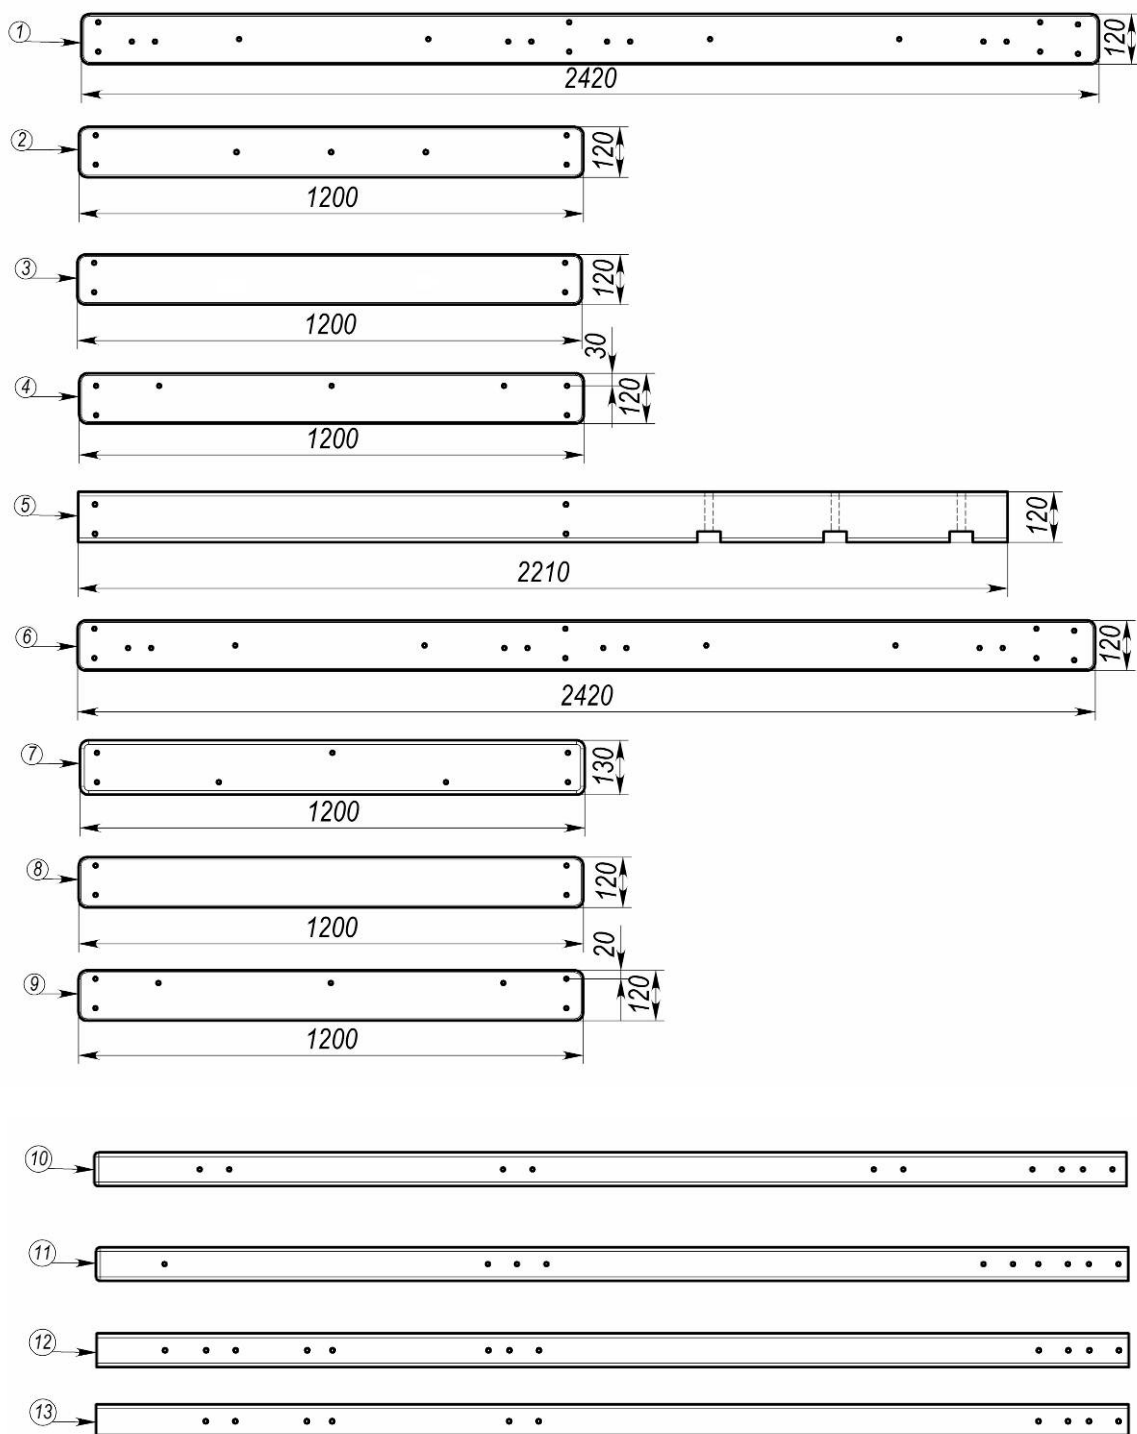
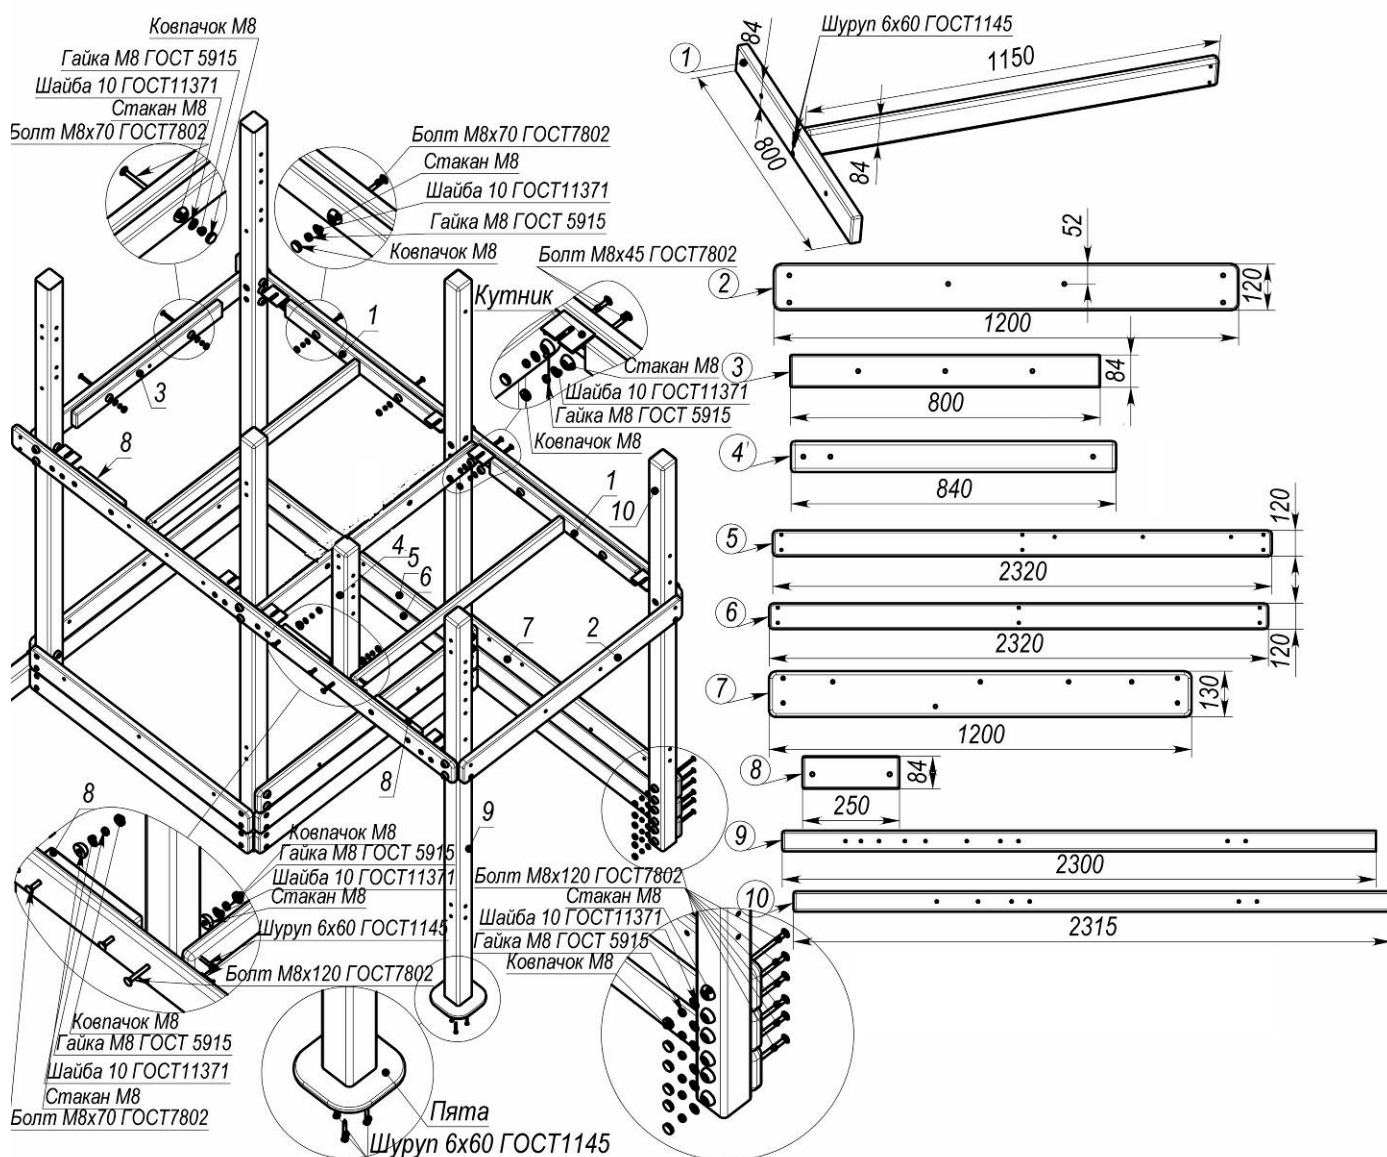
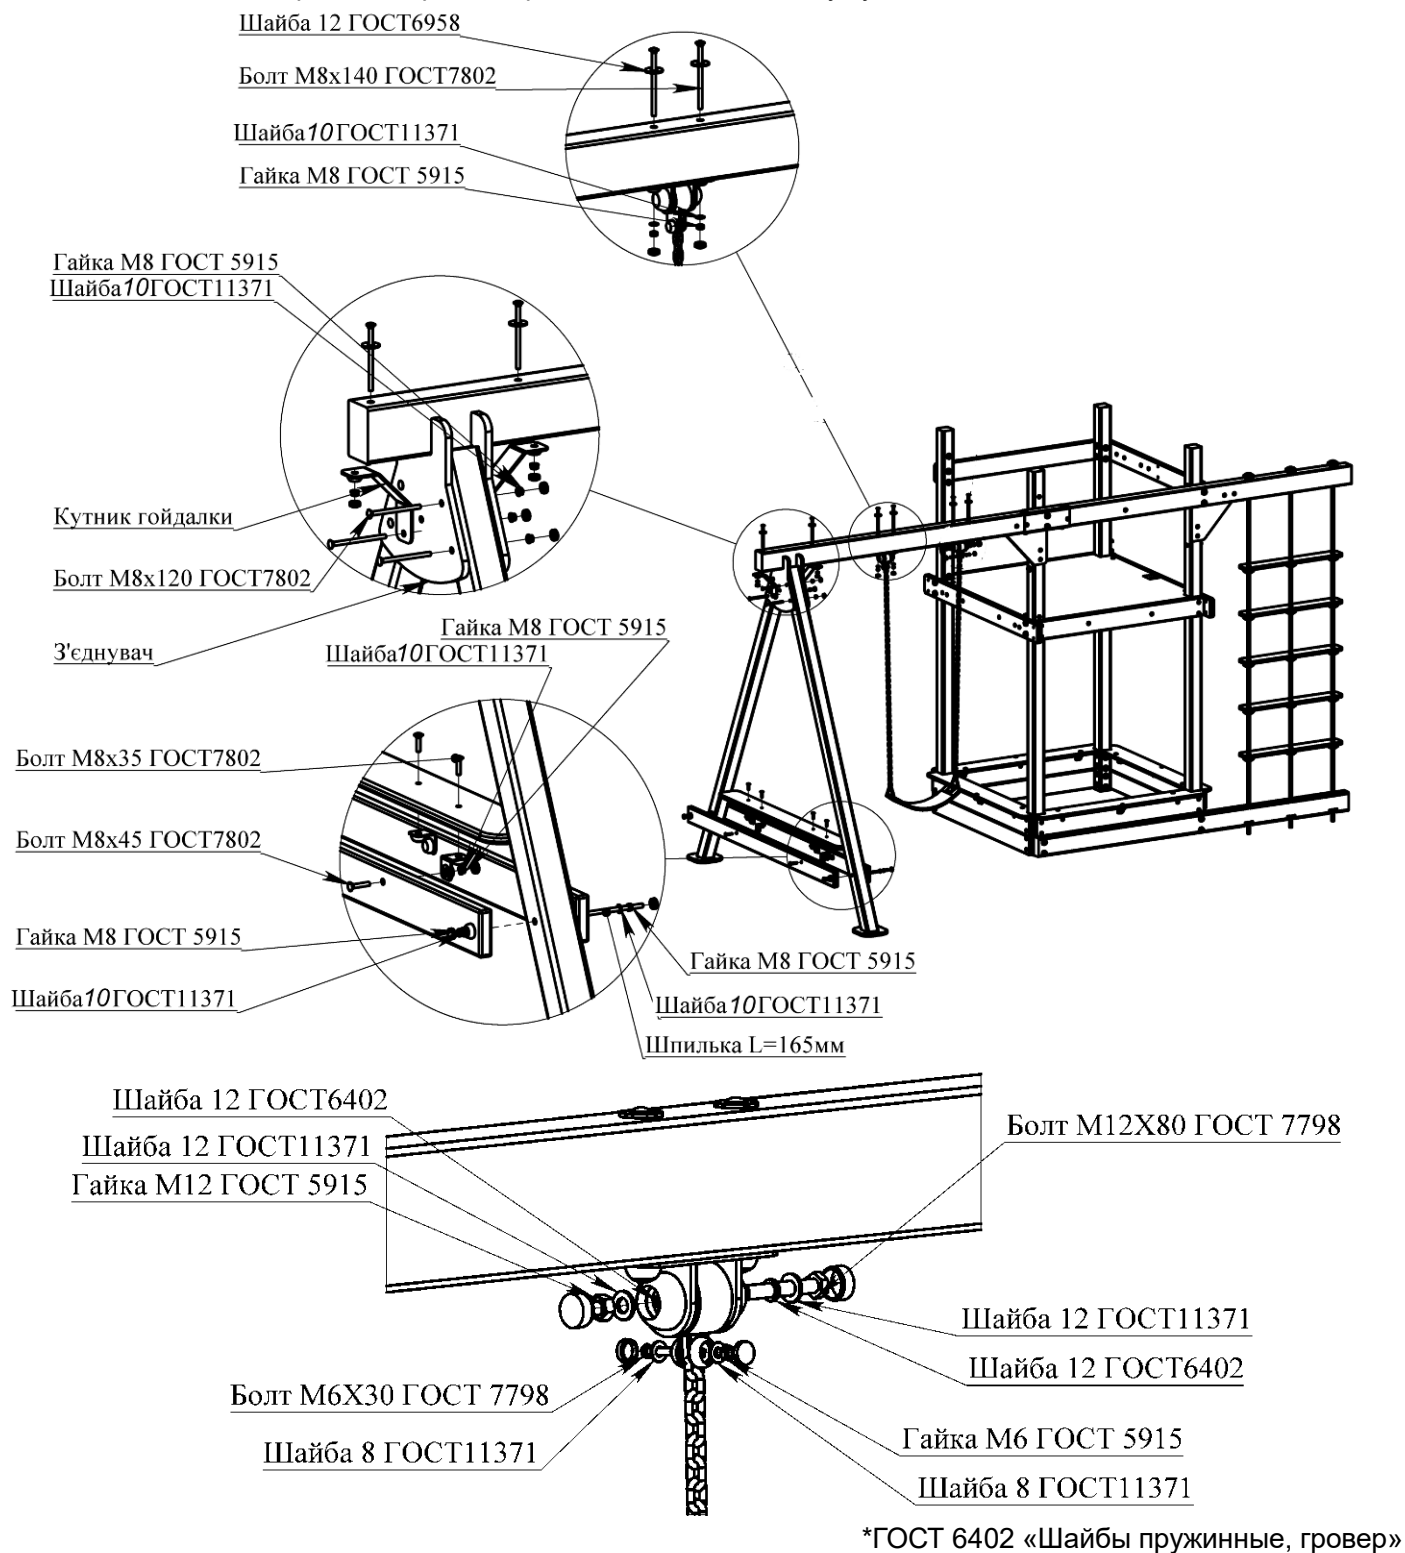

Рисунок 2 «Схема збирання опорних частин комплексу»
Рисунок 3 «Схема збирання опорних частин комплексу»
Рисунок 8 «Встановлення гойдалки»
- 6) На встановлений каркас вежі до дощок прикріпити опорні дошки для фанерного днища комплексу за допомогою болтів М8х70 ГОСТ 7802 та додаткові каркаси (рис.3). Примітка: кутник та дошка L=250 мм що встановлюються в місці розташування гірки встановлюються разом з нею. Приєднання дошки до бруса (поз.10 рис.2) здійснювати, як вказано на рис.2. В отвір під цековку бруса (поз.10 рис.2) розмістити болт М8х120 ГОСТ 7802 та шайбу 12 ГОСТ 11371, але закріпити тільки при встановленні гірки. Опорна дошка (L=800 мм), яка прикріплюється у місці встановлення спірального спуску, встановлюється разом з останнім. Також дошка (поз.2 рис.3), необхідна для закріплення спірального спуску, прикріплюється до бруса болтами М8х120 ГОСТ 7802 лише у нижні отвори. Закріпити опорний брусок для рукоходу (L=840 мм). Опорний брусок під гірку (L=1718 мм) встановлювати безпосередньо перед встановленням гірки, коли на комплексі буде все розміщена верхня поперечна дошка (L=2320 мм). Після його встановлення до нього приєднати дошку каркасу шурупами 6х60 ГОСТ 1145 (поз.1 рис.3). Самі каркаси складаються з двох дощок, з'єднаних між собою шурупами 6х60 ГОСТ 1145(по 3 шт.)
- 11) Встановити опори гойдалки, закріпивши їх до балки через металеві кутники та фанерні з'єднувачі за допомогою болтів М8х120 ГОСТ7802 та інших стандартних виробів, вказаних на рис.8. Опори гойдалки встановити на п'яти аналогічним чином, як вказано на рис.3. Встановлені опори з'єднати між собою за допомогою перемичок гойдалки, шпильок, гайок М8 ГОСТ 5915, шайб 10 ГОСТ 11371, стаканів та ковпачків М8. На перемички розмістити сидіння та через кутники, болти М8х35 та М8х45 ГОСТ 7802, гайки М8 ГОСТ 5915, шайби 10 ГОСТ 11371, стакани та ковпачки М8 прикріпити до них. На зібрану конструкцію у отвори балки закріпити металеві кронштейни болтами М8х140 ГОСТ 7802, шайбами 10 ГОСТ 6958, гайками М8 ГОСТ 5915, шайбами 10 ГОСТ 11371, стаканами та ковпачками М8. До кронштейну між вухами встановити та закріпити підшипник у металевому корпусі разом з металевими втулками болтами М12х80 ГОСТ 7802 та іншими стандартними виробами, як вказано на рис. Приєднати до вушок корпусу підшипника гойдалку на ланцюгах. Пропустити вільні кінці Канатної драбини через отвори балки та зав'язати їх у вузол.